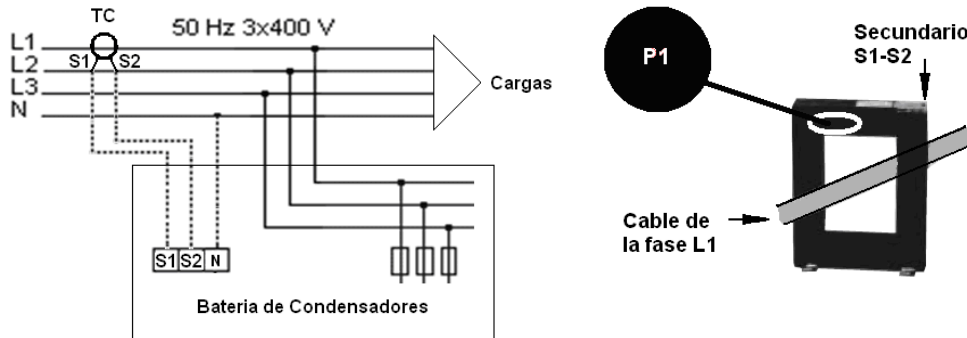

Fig. 5-1 .- Colocación del transformador de corriente (TC) (externo)
**Es necesario colocar un transformador de corriente (TC) exterior a la batería de condensadores, midiendo la corriente total de la carga más la propia de la batería (ver Fig. 5-1).**
El transformador estándar debe tener salida nominal de 5 A en el secundario. Es aconsejable conectar el TC a la fase L1 con el sentido de la corriente de P1 a P2 (ver Fig. 5-1) y conectar el secundario (bornes S1, S2) a los bornes del mismo nombre de la batería (ver Fig. 5-1). Evitar paso de corriente por el primario del TC antes de conectar el secundario a los bornes S1 S2 de la batería. Si debe instalarse el TC con la instalación en carga, cortocircuitar S1 y S2 mientras no se conecten a la batería.